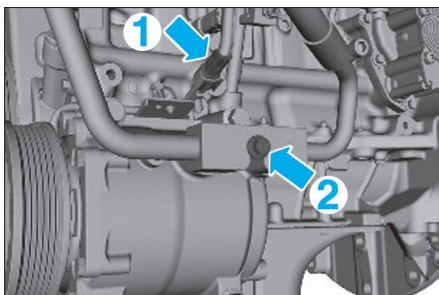

Fig. 8
- Débrancher le connecteur (1) (Fig.8).
- Déposer la vis (2).